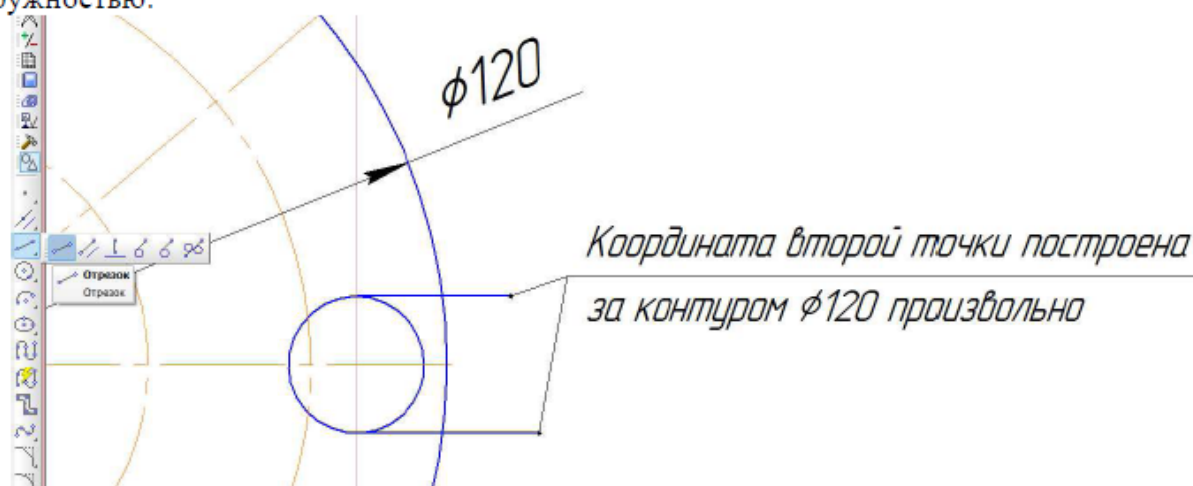

Рисунок 105 – Построение элемента паза
6.3 В панели *Геометрия* выберите команду *Отрезок*, включите *Ортогональное черчение* (F8) и постройте два горизонтальных отрезка, как это показано на рис. 105. Координата первой точки отрезка находится на пересечении вспомогательной линии с окружностью.